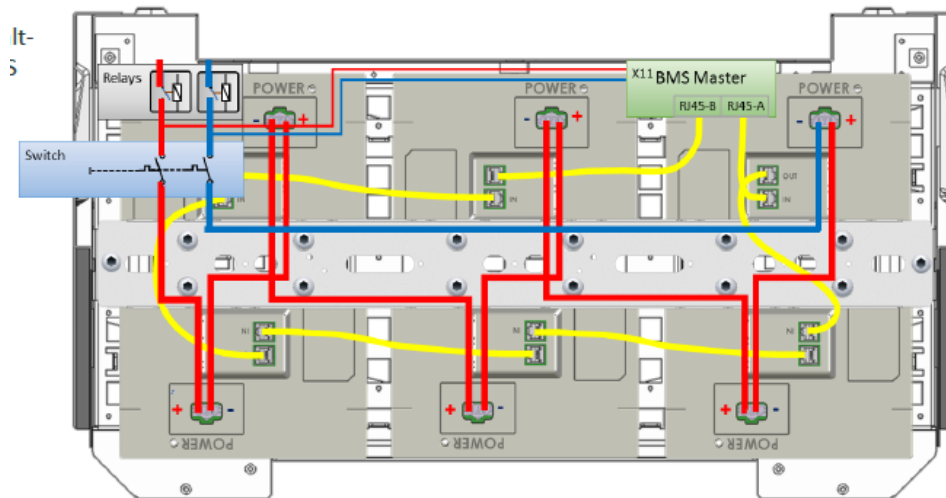

Abbildung 5: Leistungspfad mit Schalteinrichtungen und BMS
2. Power-Stecker für das jeweilige Energypack einstecken, bis er spürbar einrastet. Beispiel siehe Abbildung 5.